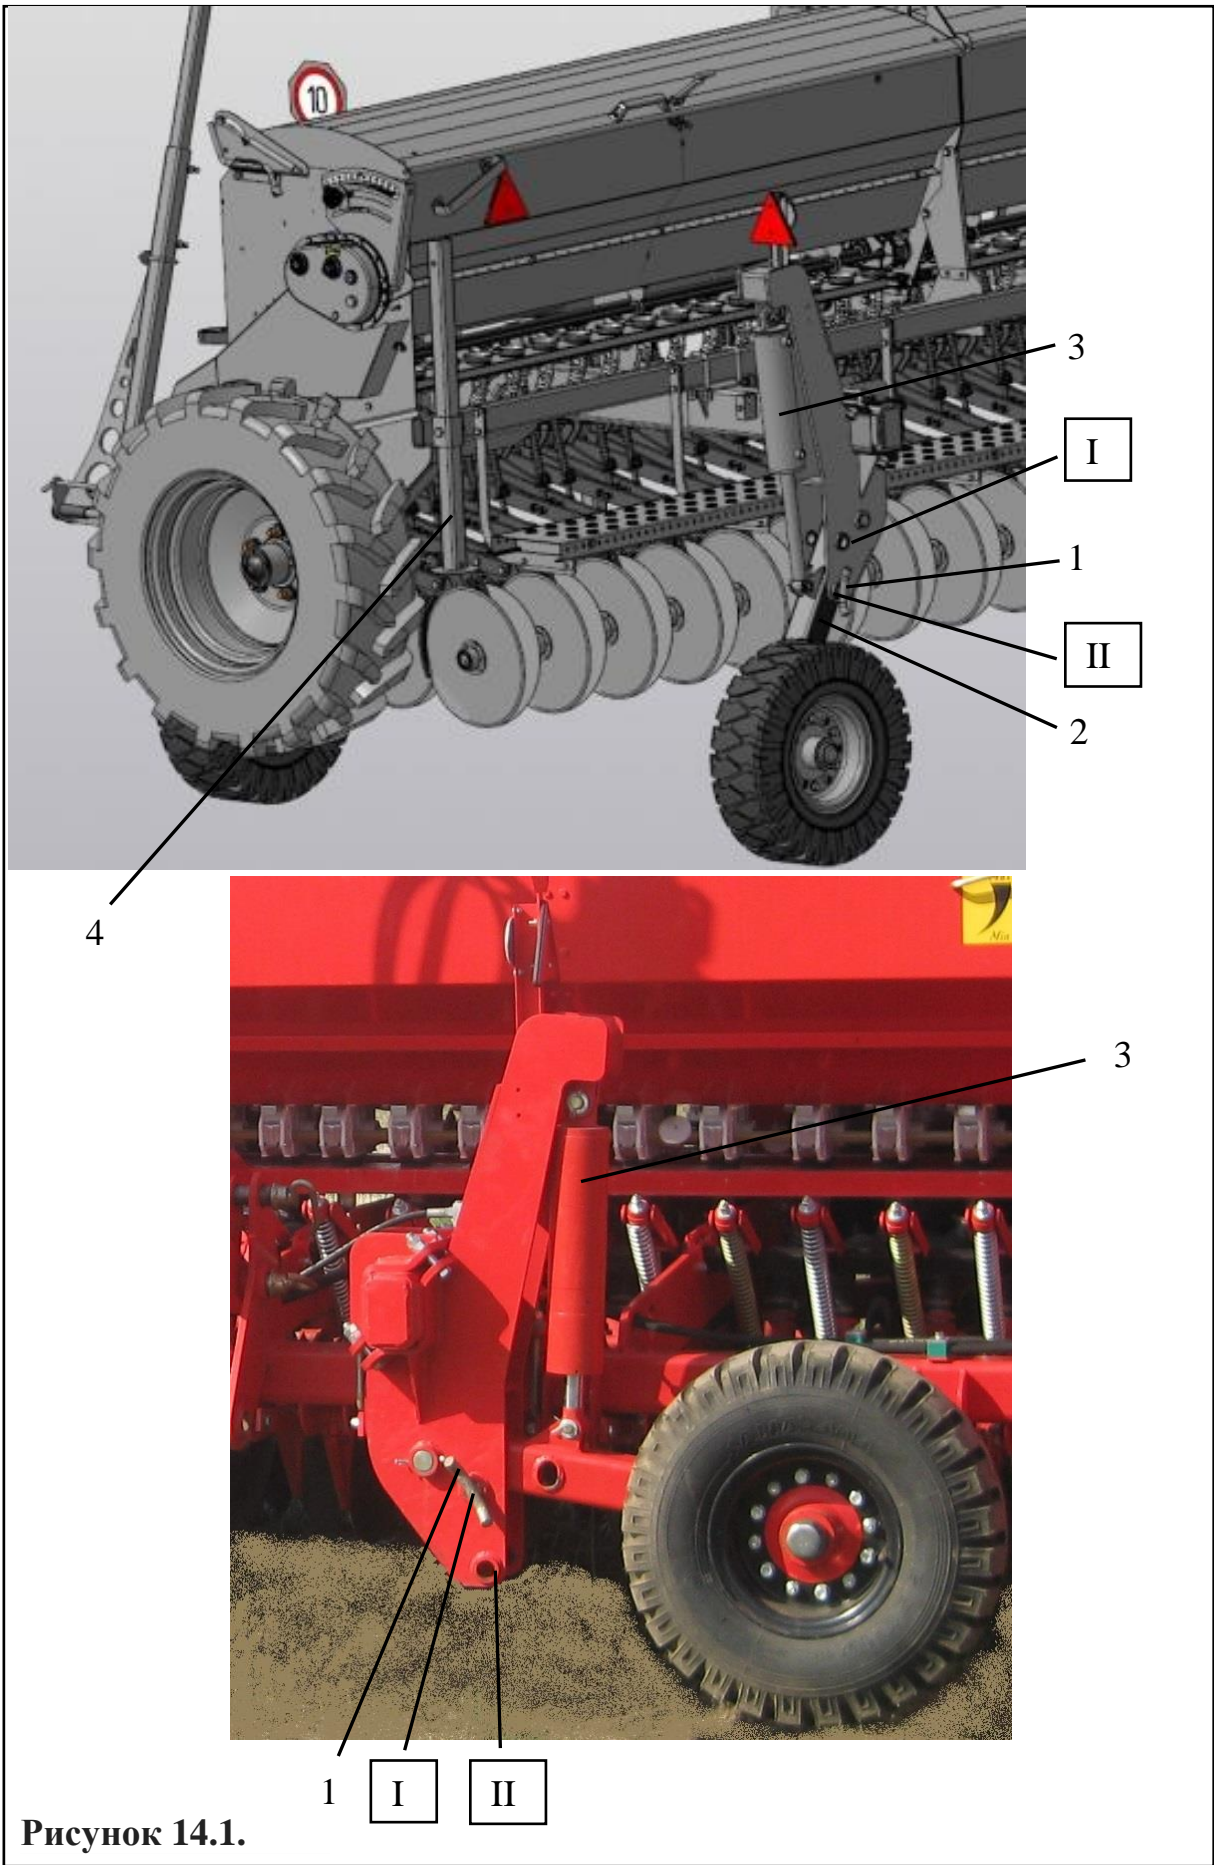

Рисунок 14.1.
- 3) установить сеялку на опоры 4 (одна спереди и две сзади) (рис. 14.1) и отцепить от трактора;
- 8) **ВНИМАНИЕ: извлечь фиксаторы 1 (рис. 14.1) из положения I - "в работе", освободив тем самым стойки 2;**